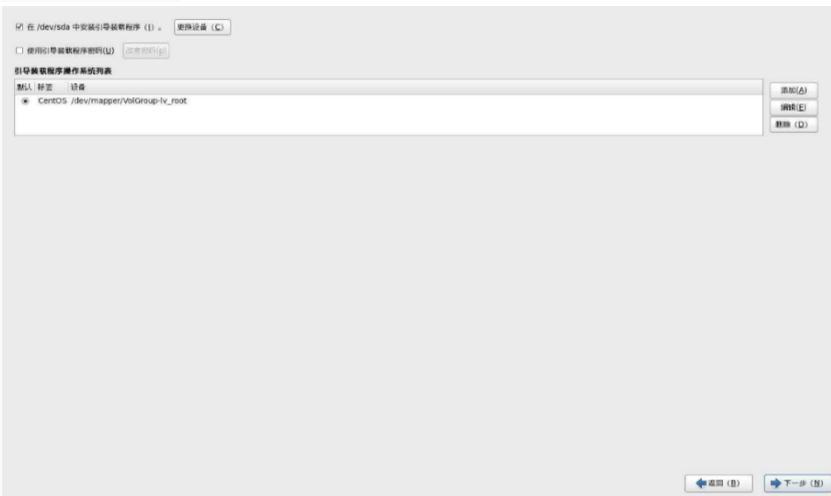

图 6-38
- s. 设置启动设备，通常默认即可，在多系统使用时，需要在此进行启动设备的设定。如图 6-38 所示。